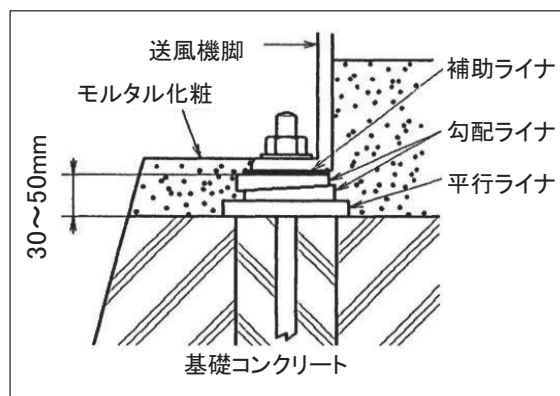

図2 ライナ配置例
- (3) 平行ライナ 1 枚と勾配ライナ 2 枚を図 2 に示すように送風機の基礎ボルト穴の両側に振り分け配置してください。